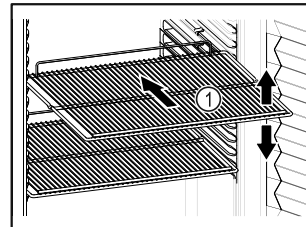

Fig. 52 Voorbeeld
- Indien de legroosters Fig. 52 (1) verplaatsbaar zijn, deze aan de hoogte aanpassen.